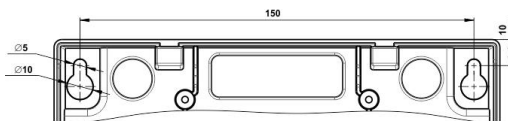

Рисунок 3 - Установочный чертёж корпуса прибора
- Просверлить в стене два отверстия (разметка отверстий – см. Рисунок 3).